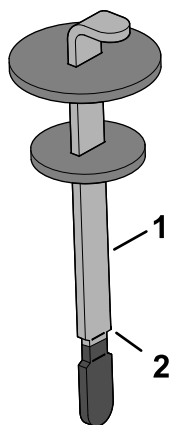

Figura 180
4. Îndepărtați joja de la buona și tergeți-o cu o lavetă curată. Introduceți joja în gâtul de umplere, apoi îndepărtați-o și verificați nivelul de ulei. Nivelul uleiului trebuie să se situeze între marcajele de pe jojă (Figura 180).